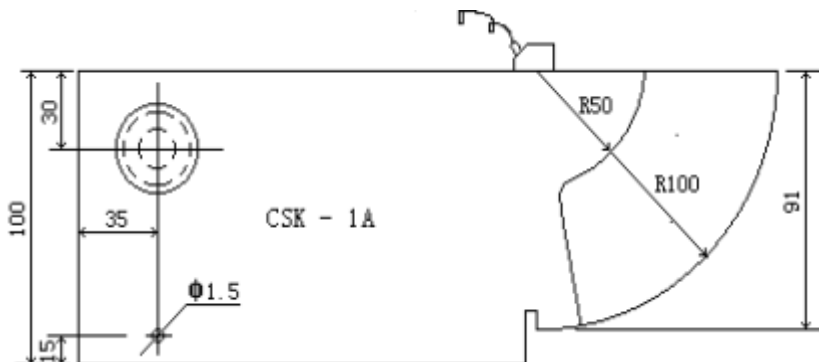

Abb. 8 Kalibrierung der Verzögerung von Winkelprüfköpfen
1. Prüfkopf mit Koppelgel auf Kalibrierkörper aufsetzen (s. Abb. 8).